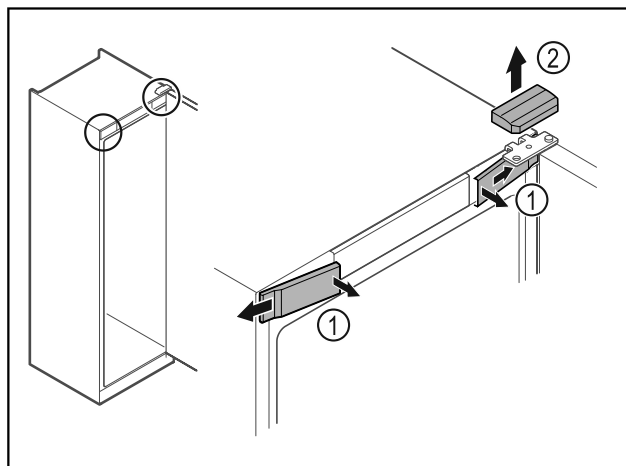

Fig. 5
- ▶ Uvolněte uvnitř přední kryty Fig. 5 (1) a sejměte je stranou.
- ▶ Horní kryt Fig. 5 (2) odeberte směrem nahoru.